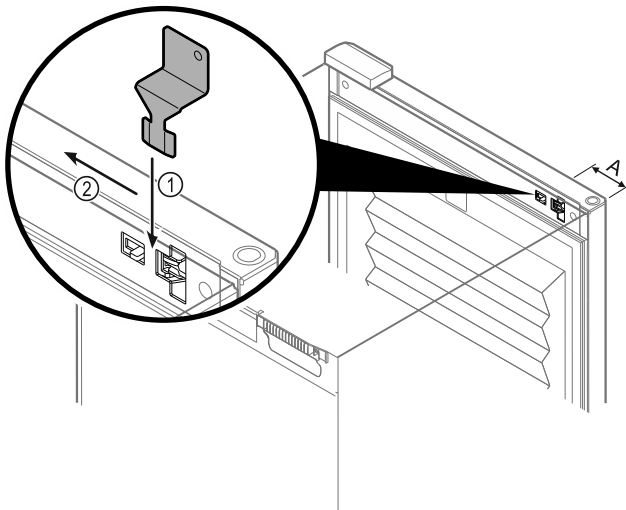

Fig. 101
- ▶ Розташуйте ключ аварійного розблокування на вказаному місці Fig. 101 (A) \approx 100 мм.
- ▶ Вставте ключ аварійного розблокування Fig. 101 (1) між дверцятами та корпусом пристрою зверху до упору.
- ▶ Потягніть ключ аварійного розблокування у напрямку дверних петель. Fig. 101 (2)